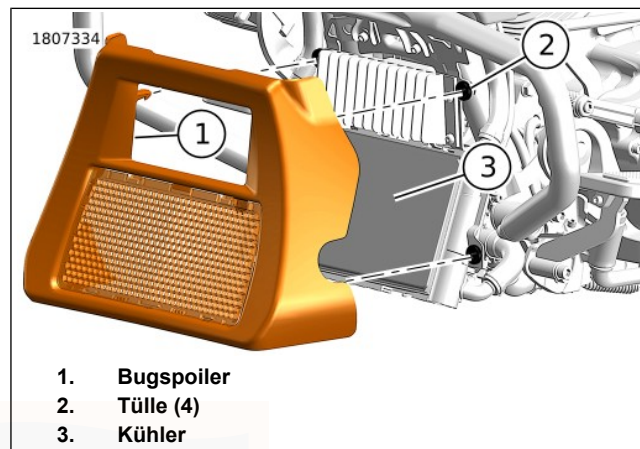

Abbildung 104. Bugspoiler
1. Siehe Abbildung 104. Bugspoiler ausbauen.
- b. Den Bugspoiler (1) gerade nach vorne ziehen.
2. Ablagerungen von den Kühlerlamellen (3) entfernen.
- c. Die Hakenstifte am Bugspoiler auf die Tüllen (3) ausrichten.